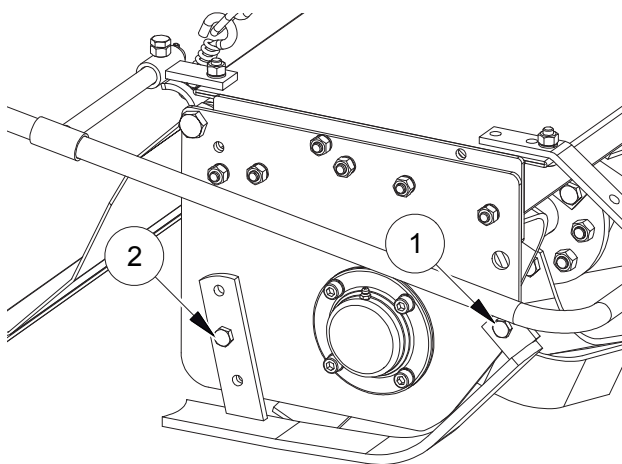

FIG. 16
Allentare i dadi (1, Fig. 16), agire sul registro posteriore allentando il dado (2). Sfilare verso il basso per diminuire la profondità di lavoro; Inserire verso l'alto per aumentare la profondità di lavoro. Serrare i dadi (1 e 2, Fig. 16).